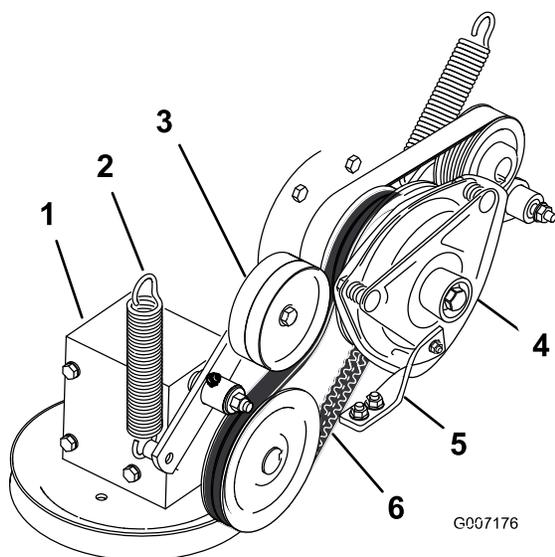

Figura 70
- Togliete la molla di tensione dal braccio di rinvio (Figura 70).
- Montate la cinghia di trasmissione della PDF attorno alla puleggia della frizione ed alla puleggia degli ingranaggi (Figura 70).
9. Montate la molla sul braccio di rinvio (Figura 70).